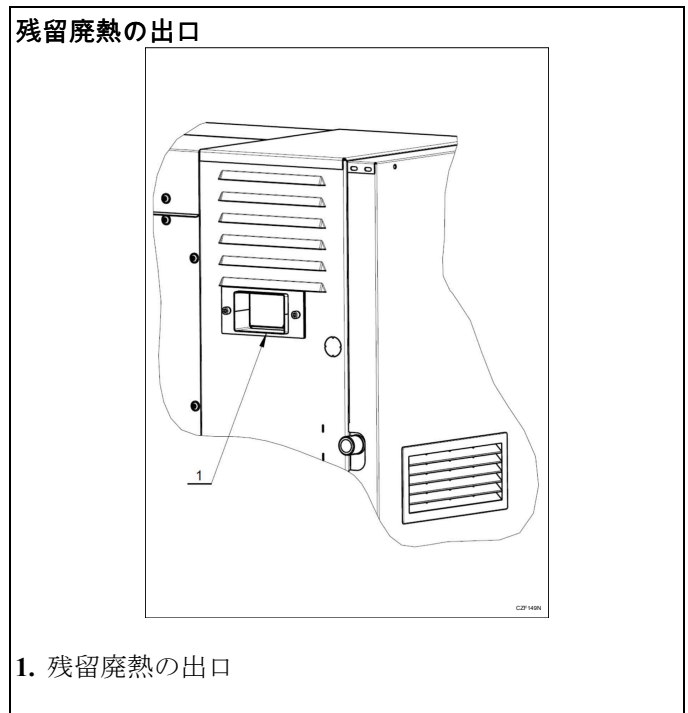

図 23
- 右スタンドの後壁には残留廃熱の出口 (1) があります - (図 23)。